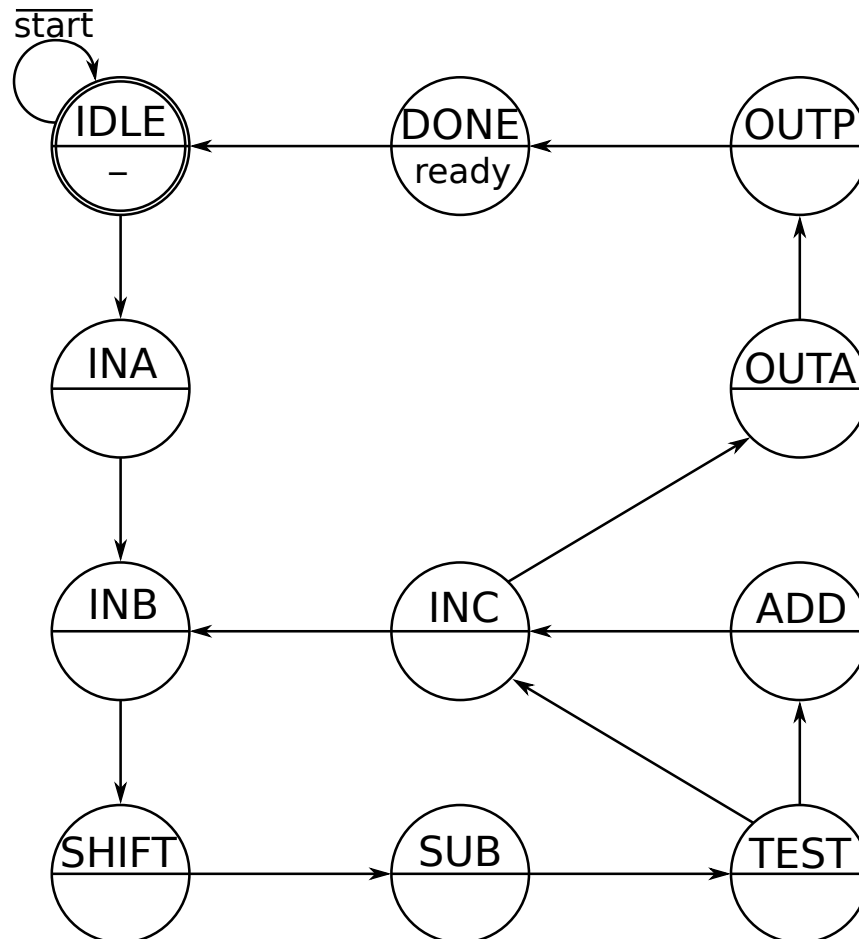

Abbildung 6: Automat einer Dividierer-Steuerung (Moore)
- c) Abbildung 6 zeigt nun die Steuerung für den sequentiellen Dividierer aus Aufgabenteil b) in Form eines Moore-Automaten. Ergänzen Sie den Automaten um die fehlenden Zustandsübergangsbedingungen und den zugehörigen Steuersignalen aus Aufgabenteil b). (5 Punkte)